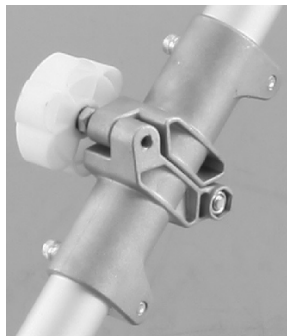

Рисунок 2. Стик частин «штанги» електрокоси «AZT 3645-1n Kit».
1. Поєднати стики нижньої та верхньої частини «штанги» (рис. 2), скласти їх в одне ціле так, щоб не пошкодити контакти роз'єму живлення.